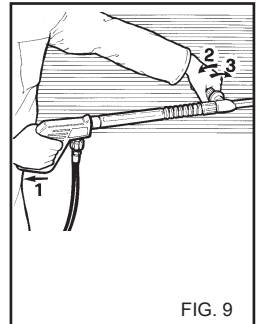

FIG. 9
**ANVENDELSE AF DET DOBBELTE SPYD ELLER (fig. 9)**